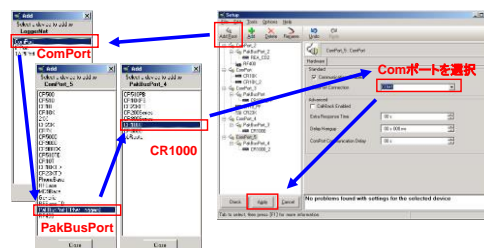

図 2. CR1000 ロガーの設定登録の方法
- ① Setup : PC とロガーを接続するための設定をする。
3. Setup ダイアログを立ち上げ CR1000 ロガーを LoggerNet に登録する。(図 2)